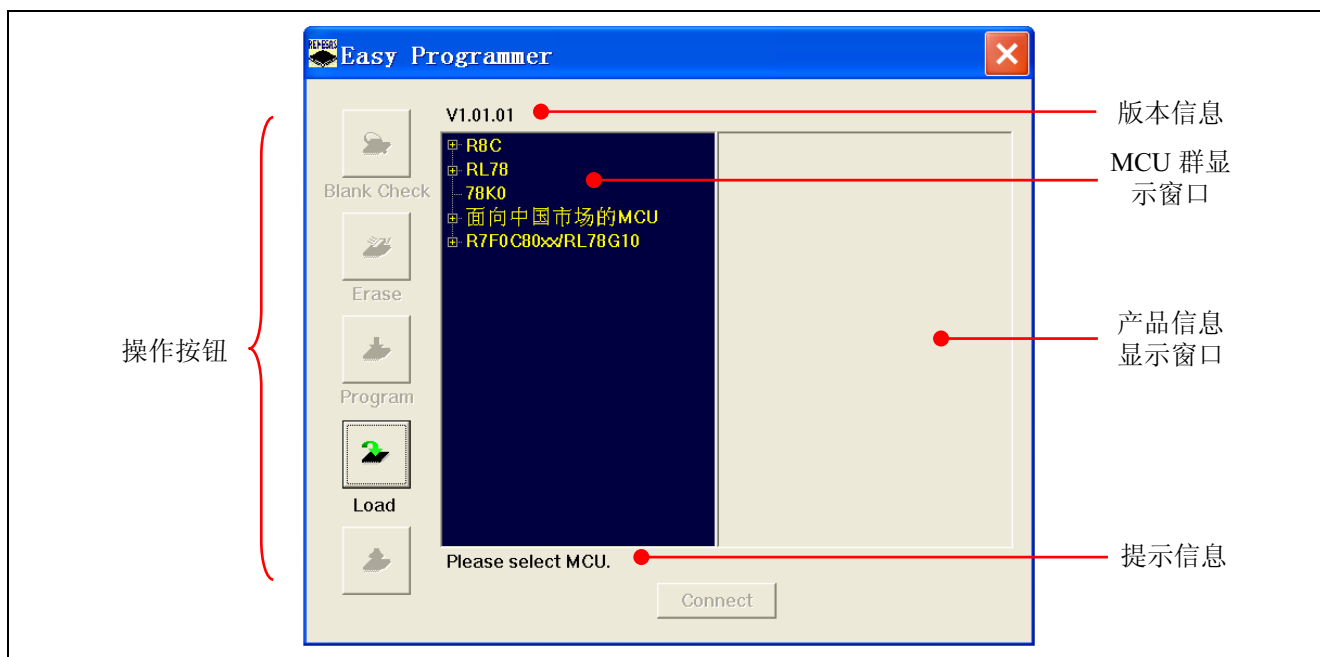

图 2.2 简易编程器在线操作界面
- 2) 确认简易编程器的 JMP1 选择为 Normal，连接编程器和电脑（如果弹出需要安装驱动，请参考《简易编程器硬件手册》进行安装），将出现如图 2.2 所示的在线操作界面。